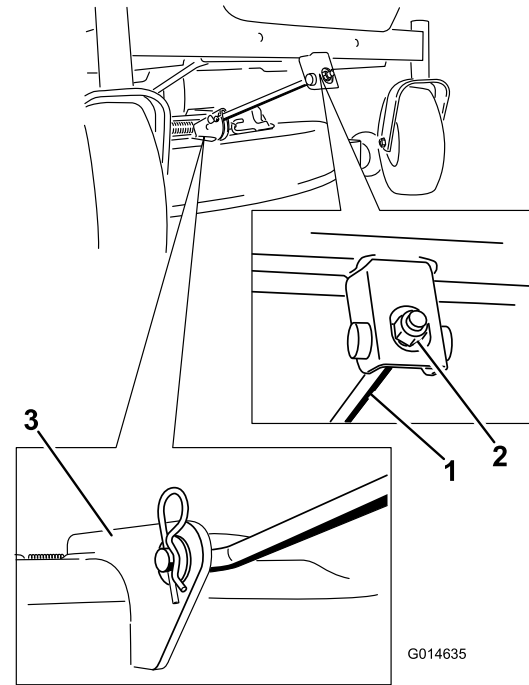

Figura 59
- Retire la chaveta de la varilla de sujeción delantera y retire la varilla del soporte de la carcasa (Figura 59).
6. Conecte la varilla de soporte delantera a la carcasa de corte con el pasador y la chaveta (Figura 59).